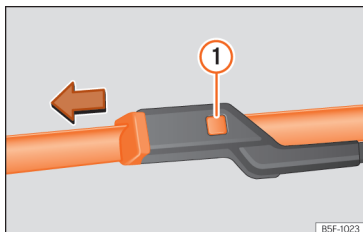

Fig. 40 Substituição das escovas do limpador para-brisas.
- Mantenha pressionado o botão de desbloqueio » **Fig. 40** ❶ puxando ligeiramente pela escova no sentido da seta.